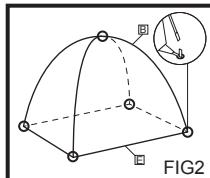

FIG2
3. Rejs inderteltet <E> op og tryk enderne af stængerne ind i jernstængerne på hvert hjørne af inderteltet <E>. (FIG2)
4. Fastgør taget på inderteltet <E> på stængernes kryds med de påsyede bænslør. (FIG2)